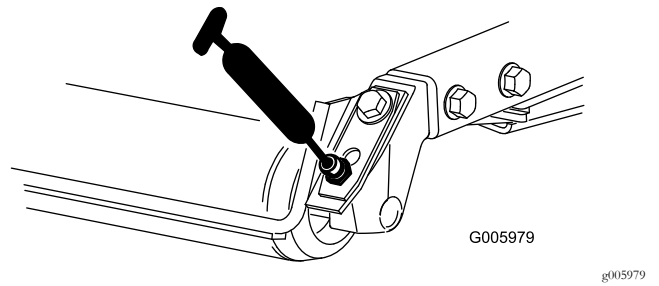

Figura 37
- Cojinetes de rodillo trasero (2 por carcasa del cortacésped) tal y como se muestra en la Figura 37